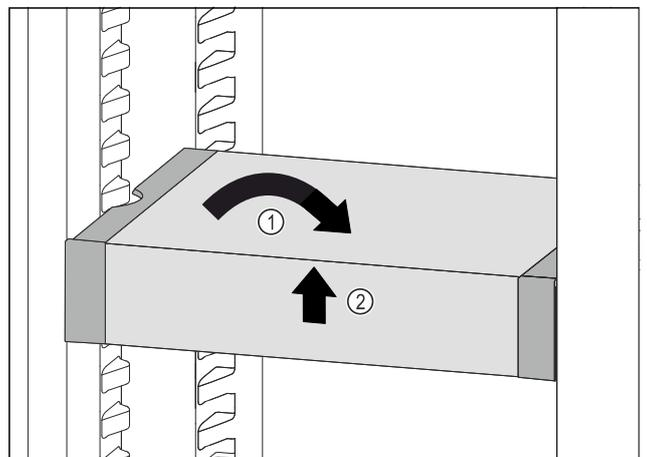

Fig. 126
- Remettre le VarioSafe droit. Fig. 126 (1)
- Soulever la partie avant du VarioSafe. Fig. 126 (2)